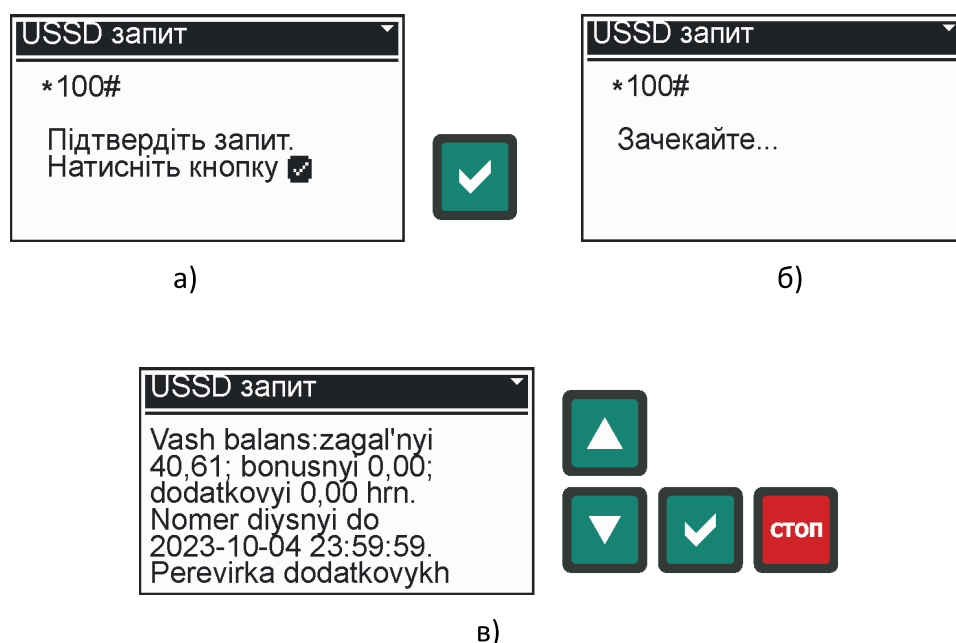

Рис. 5.22 – Меню «USSD запит»:
5.9.3.5.2 Меню «USSD запит» (рис. 5.22) дозволяє отримати необхідну інформацію від оператора мобільного зв'язку, наприклад перевірити баланс на рахунку. Для цього до контролера повинен бути підключений GSM модем (п. 5.11.2) і вибрано відповідне значення параметра P104 (табл. 5.10). Код USSD запиту визначається параметром P300 (табл. 5.10).